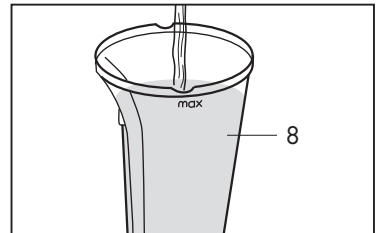

Fig. 2
- Den Behälter bis zur Markierung des maximalen Füllstands (MAX) füllen. (**Abb. 2**)